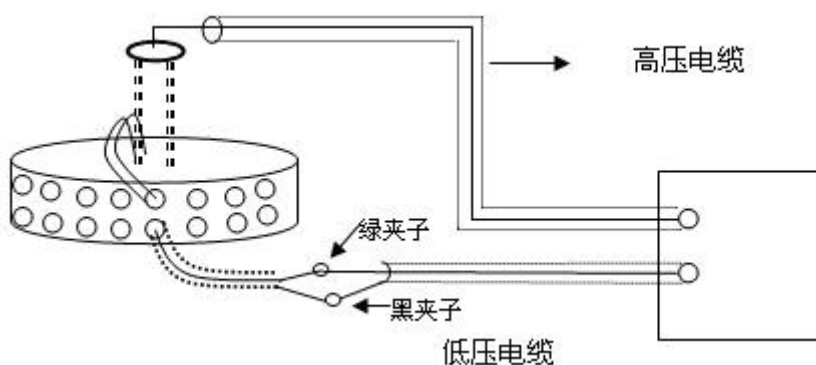
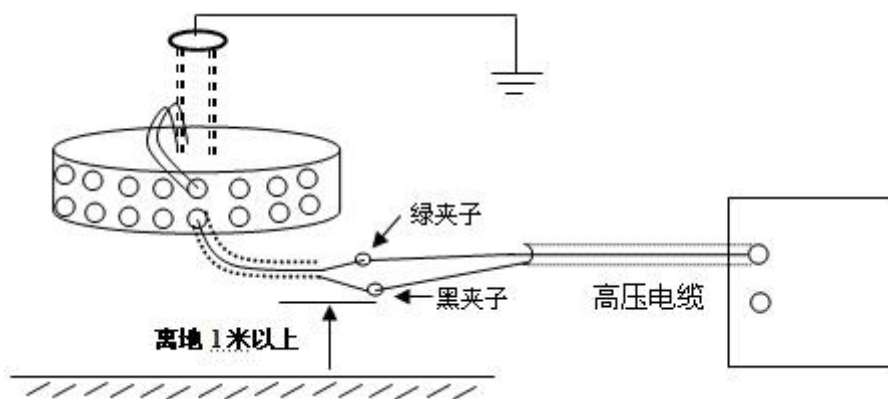

图 6 标准电容正接线 BR26 或标准介损器 DB-100 等（非接地试品）接线法
图 7 标准电容器 BR26 或标准介损器 DB-100 等反接线（接地试品）接线法
3. 测量标准电容 BR26 或标准介损器 DB-100 等，见图 6 和图 7 所示：